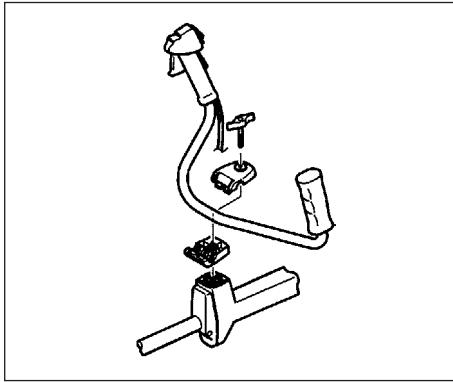

Fig.1-3C
#### Anmärkning gällande CG40EYA (TP) (Fig. 1-3C, 3D)